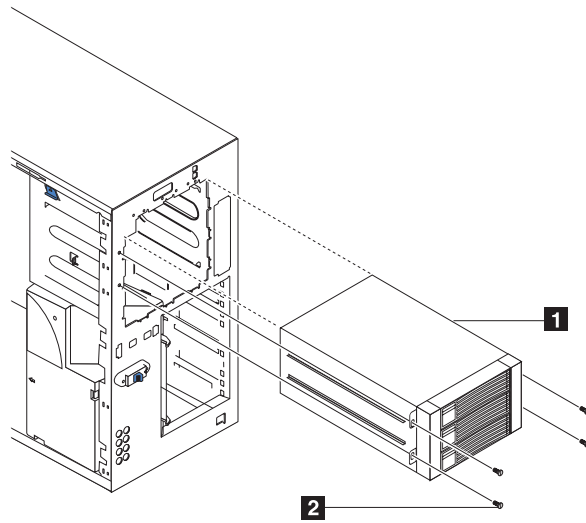
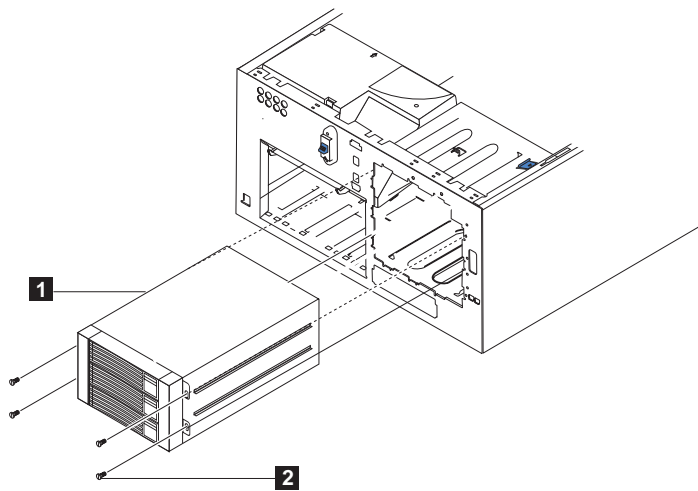

Figura 63. Conectando a Expansão 3-Pack (Modelo 25T)
Figura 64. Conectando a Expansão 3-Pack (Modelo 25T com o recurso de conversão de montagem do rack)
11. Deslize a Expansão 3-Pack para dentro do mecanismo até parar e prenda o opcional ao mecanismo utilizando os quatro parafusos fornecidos (consulte a Figura 63 ou a Figura 64).
5. Remova os quatro parafusos que prendem a Expansão 3-Pack ao chassi (consulte a Figura 63 na página 88 para ver a localização dos parafusos).